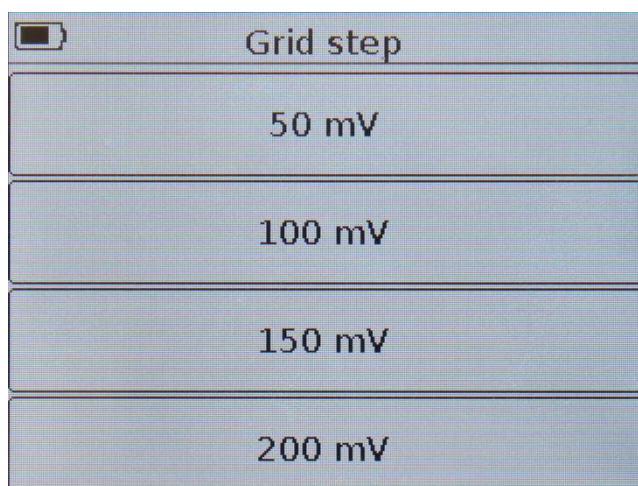

Рисунок 10.5 – Выбор шага вертикальной сетки в mV
10.4.2. Для изменения масштаба вертикальной сетки отображаемого графика войдите в меню **Plots** (Рисунок 9.6) и нажмите на поле с названием графика. На экране прибора появится меню выбора шага вертикальной сетки в милливольтках (mV), рисунок 10.5.
Примечание – Для быстрого перехода из режима просмотра графика **Mag** в меню изменения шага вертикальной сетки (Рисунок 10.5) нажмите и удерживайте около двух секунд кнопку (14) «**PLOT**».